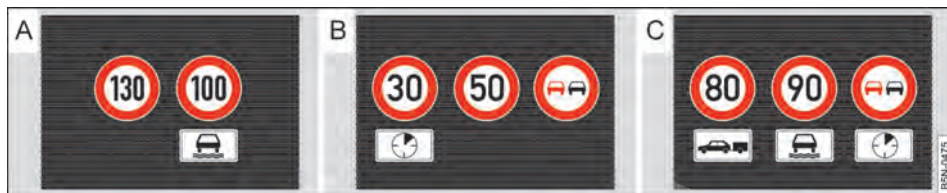

Fig. 206 No display do instrumento combinado: exemplos de limites de velocidade e proibição de ultrapassagem com placas adicionais associadas.
A exibição dos limites de velocidade e proibições de ultrapassagem com placas adicionais associadas é feita no display do instrumento combinado ⇒ Fig. 206. Dependendo do sistema de navegação instalado no veículo, as sinalizações de trânsito são exibidas, se for o caso, também na exibição de mapa do sistema de navegação.
espelho retrovisor interno do veículo. Após a verificação e avaliação das informações da câmera, do sistema de navegação e dos dados do veículo atuais, são apresentadas até três sinalizações de trânsito válidas ⇒ **Fig. 206** com as respectivas placas adicionais:
- 1º lugar: A sinalização de trânsito atualmente válida é exibida para o condutor à esquerda do display. Por exemplo, um limite de velocidade de **130 km/h** ⇒ **Fig. 206 A**.